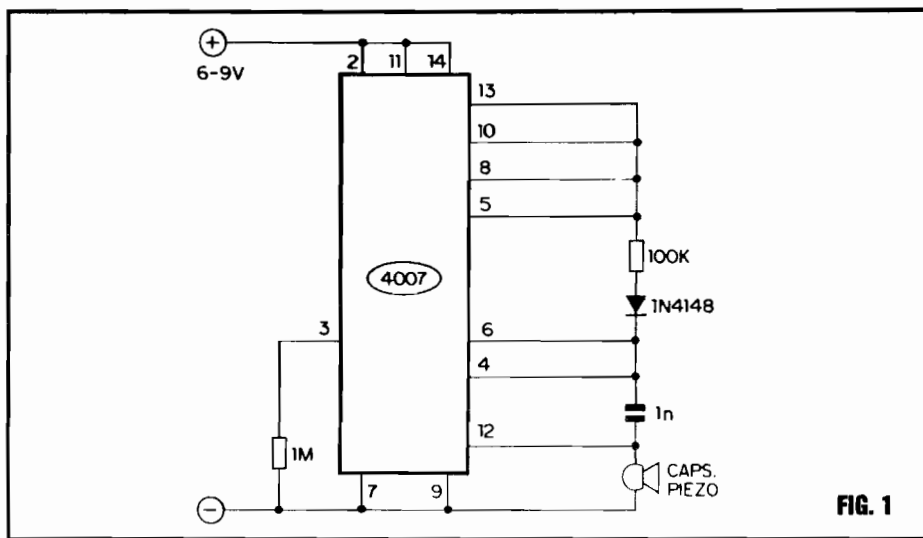

FIG. 1
- FIG. 1 - DIAGRAMA ESQUEMÁTICO DO CIRCUITO - O mencionado Integrado C.MOS é um 4007, que contém somente um simples inversor, mais dois pares complementares de transistores de efeito de campo, de tecnologia Óxido Metálico de Silício (a própria “raiz” dos C.MOS...). Esse singelo conteúdo, pelo elevado ganho dos seus “componentes”, pode ser facilmente levado a oscilar, numa configuração bastante próxima da já estudada, quando vimos os arranjos **ASTÁVEIS** com **gates** C.MOS...